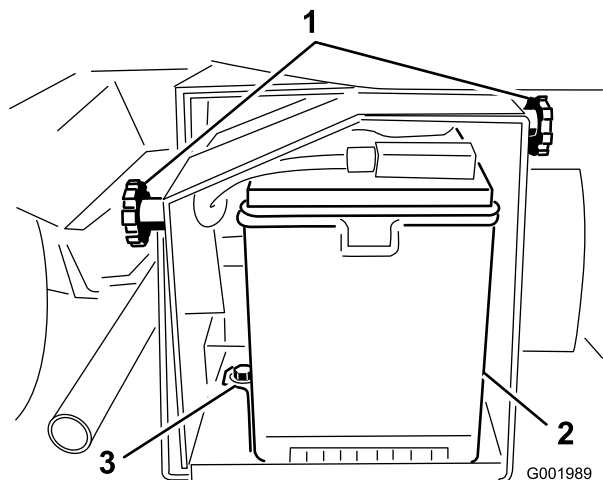

Figura 57
2. Allentate le manopole ai lati della cassetta della batteria e togliete il coperchio della batteria (Figura 57).
5. Togliete la cinghia della batteria e i dispositivi di fermo (Figura 57).
2. Montate la cinghia della batteria e fissatela con i dispositivi di fermo tolti in precedenza (Figura 57).
4. Montate il coperchio della batteria e fissatelo con le due manopole (Figura 57).
1. Allentate le manopole ai lati della cassetta della batteria e togliete il coperchio della batteria (Figura 57).